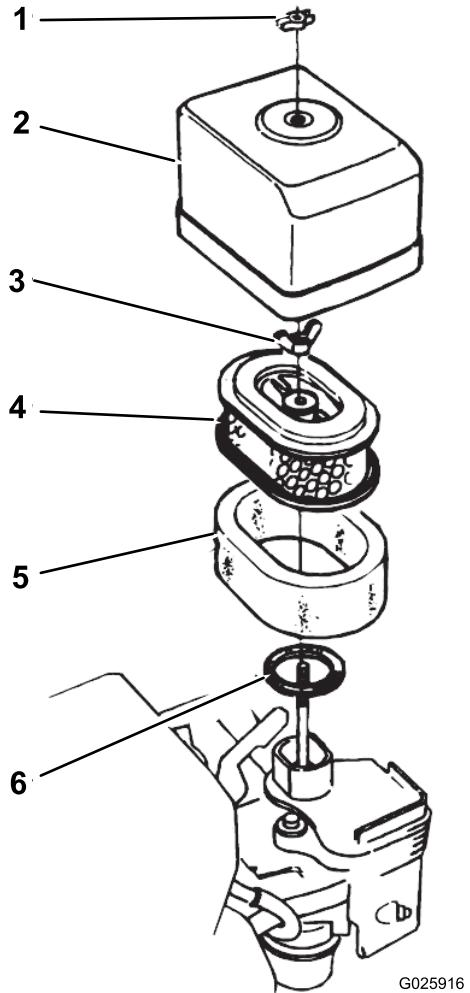

Figure 31
- Enlevez les écrous à oreilles qui fixent le couvercle du filtre à air et déposez le couvercle (Figure 31).
- Retirez l'écrou à oreilles de fixation du filtre à air et déposez le filtre (Figure 31).
- Retirez l'élément en mousse de l'élément en papier (Figure 31).